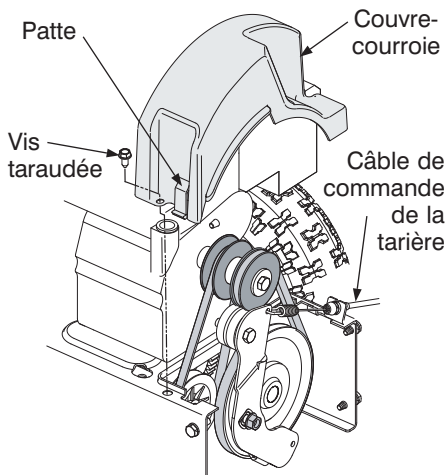

FIGURE 7
- Enlevez la vis auto-taraudeuse qui maintient le couvre-courroie sur le châssis. Voir la Figure 7.
- Serrez les écrous à six pans et la rondelle qui se trouvent sur le câble en les tournant vers le ressort pour augmenter la tension sur la courroie de la tarière. Voir les Figures 7 et 8.
- Démontez le couvre-courroie en pressant des deux côtés pour libérer les pattes en plastique. Dégagez le couvre-courroie du moteur et de la goulotte. Voir la Figure 7.